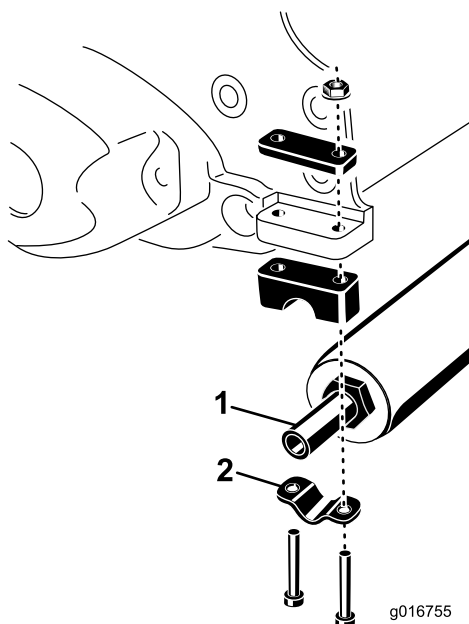

Figura 1
2. Rimuovete le 2 viti a testa cilindrica e i 2 dadi che fissano gli attacchi a cavallotto del rullo a ciascuna estremità dell'apparato di taglio (Figura 1). Staccate il rullo.